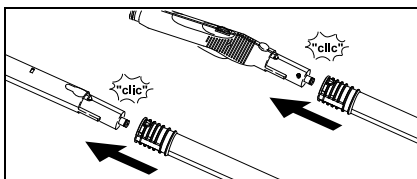

Fig. 7
- ➔ En caso necesario, use los tubos de prolongación (G1). Para ello, monte uno o los dos tubos de prolongación en la pistola aplicadora de vapor (C1) (véase la fig. 7). Acople el accesorio requerido (D1, E1,F1,H1) al extremo libre del tubo de prolongación.